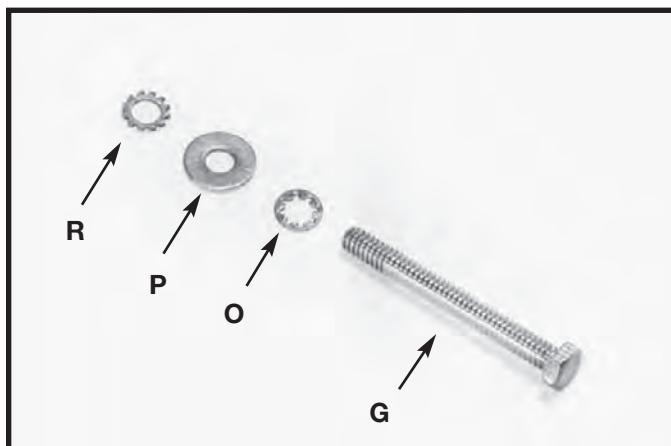

Fig. 10
- Ubique el tornillo de cabeza hexagonal de 1/4-20x2-1/2" (G), Fig. 10. Coloque la arandela de bloqueo de diente interno de 6,35 mm [1/4"] (O), la arandela plana M6.4 (P) y la arandela de bloqueo de diente externo de 6,35 mm [1/4"] (R) en el tornillo (G).